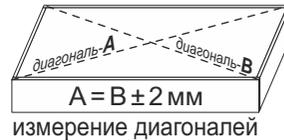
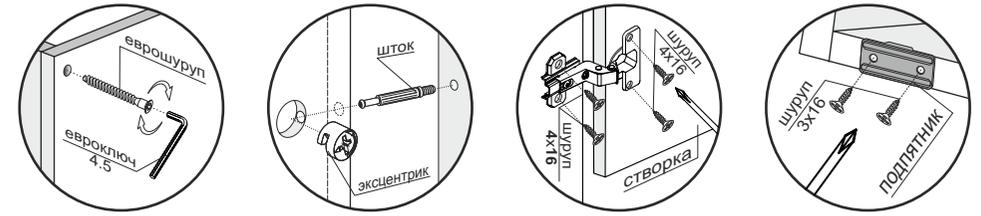

Рис.3
Рис.1
1. К боковинам (1,2,3) прикрутить подпятники шурупами 3x16 и направляющие шурупами 4x16. К боковине (2) левую направляющую прикрутить винтами-потай 6.3x13 (рис.1).
2. Соединить боковины (2,3) со стяжками (5,6) и планкой (8) с помощью шкантов и эксцентриков.
3. Задние стенки (7) монтировать к боковине (1) эксцентриками, а к боковине (2) еврошурупами.
4. Вставить ХДФ (12) в пропилы боковин (2,3). Установить на боковины (1,2,3) крышу (4), используя шканты и эксцентрики. Замерить диагонали секции (они должны быть равны: +/- 2 мм), закрепить ХДФ (12) с помощью фиксаторов с шурупами и прикрутить шурупами 4x16 П/Ш к стяжкам (5,6) (рис.3).
8. Установить изделие на постоянное место и закрепить к стене через задние стенки (7). **Так как материалы стен различаются, крепеж для фиксации к стене не прилагается. Для выбора подходящего крепежа обратитесь в местный специализированный магазин.**
9. Навесить створку (15) на короб стола, используя петли и шурупы 4x16 (рис.1). Отрегулировать петли.